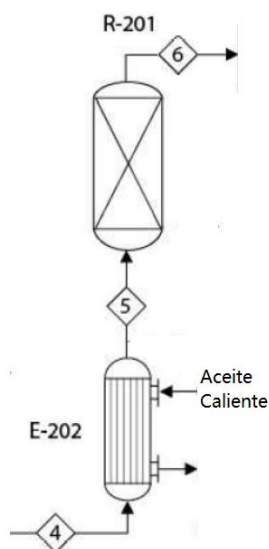
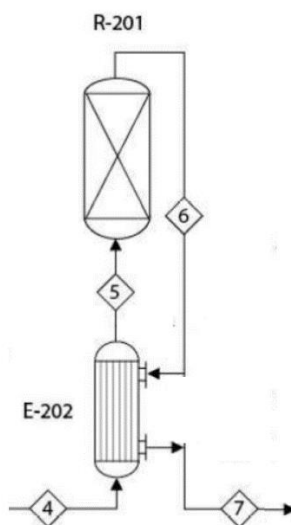

Figura 1. Reacción exotérmica con precalentamiento con servicio auxiliar (aceite caliente).
Figura 2. Reacción exotérmica con precalentamiento integrado con corrientes de proceso
1. La Figura 1 y Figura 2 representan alternativas en el proceso de calefacción de la alimentación al reactor R-201 del proceso de producción de DME presentado en (Turton, y otros, 2018): precalentamiento independiente y precalentamiento integrado, respectivamente: